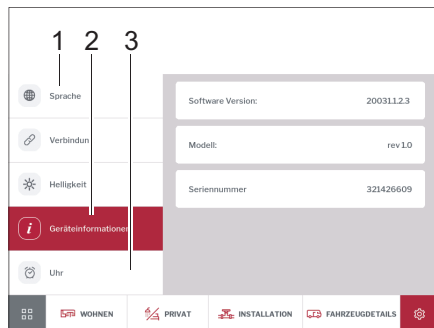

Fig. 271 Lingua, informazioni sul dispositivo, orario
- Digitare il pulsante *Lingua* (Fig. 271,1) e impostare la lingua di display desiderata.
- Digitare il pulsante *Ora* (Fig. 271,3) e impostare l'orario.
- Digitare il pulsante *Informazioni sul dispositivo* (Fig. 271,2). Vengono visualizzate alcune informazioni riguardanti il dispositivo (versione di software, modello e numero di serie).